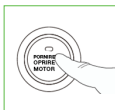

Fig.1
- Oprire prin buton (Fig. 1): Apăsați butonul de alimentare pentru a opri generatorul.